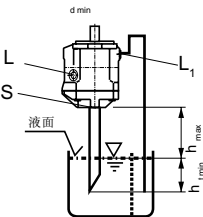

图2
- b) 如果油箱的最低液面低于泵的安装法兰面则“L1”以及可能“S”口的接管见图2。
油箱上的安装见图2。